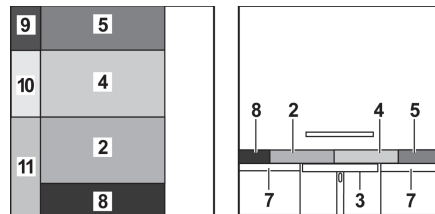

Fig. 124 Después de la transformación
- Tirar de los cojines del asiento (Fig. 124,2 y 4) hacia delante y hacia el centro.
- Colocar el cojín del respaldo (Fig. 124,5) entre el cojín del asiento y la pared.
- Colocar el cojín adicional (Fig. 124,8) entre el cojín del asiento y la pared.
- Colocar los cojines adicionales (Fig. 124,9, 10 y 11) entre los cojines sobre la mesa y el tablero y la pared.